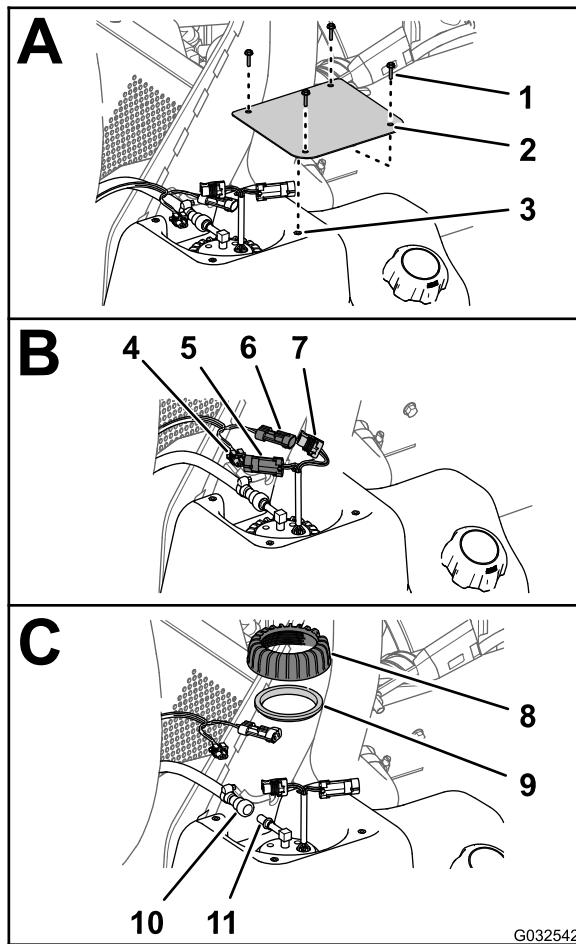

Figura 72
2. En el depósito de combustible, retire los 4 tornillos (Nº 10 x 3/4") que sujetan la tapa a la parte superior del depósito de combustible, y retire la tapa (Figura 72).
- Desconecte el conector hembra de 2 vías del arnés de cables de la máquina del conector de 2 pines de la bomba de combustible/sensor; desconecte el conector de 2 pines del arnés de cables de la máquina del conector hembra de 2 vías de la bomba de combustible/sensor (Figura 72).
- Aleje el anillo de bloqueo del acoplamiento de la manguera de combustible del conector de la bomba de combustible/sensor y retire el acoplamiento y la manguera del conector (Figura 72).
- Gire la tuerca de la bomba de combustible/sensor en sentido antihorario y retire la contratuerca y la junta (Figura 72).